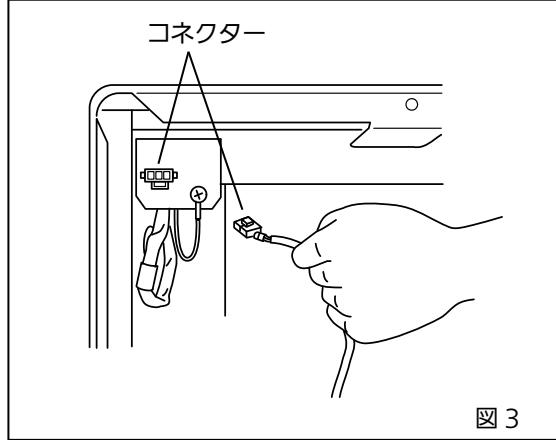

図 3
3. 製品側のコネクターに付いているカバーを外し（下部のロック部を押しながら）、自記温度記録計の電源コネクターを、製品側に用意されているコネクターに接続してください [図 3]。